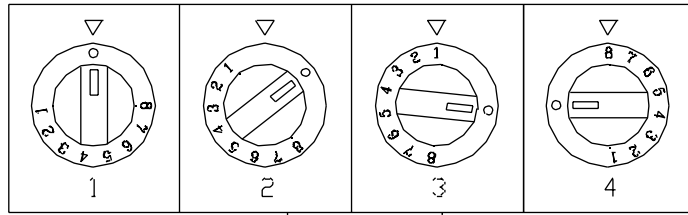

Fig.2
- c) Girar el mando del termostato “M” en sentido horario hasta la posición de máquina conectada (Fig. 2, Nº 2) de forma que se encienda la lámpara “L1” (verde) (Pag. 1).
- d) A partir de este momento, para poner en marcha el aparato girar el mando del termostato en sentido horario hasta la posición deseada, (Fig. 2, Nº 3 y 4) dependiendo de la temperatura que pretendamos alcanzar (Ver tabla en Pag. 2).
Girar el mando del termostato “M” (Pag. 1) en sentido antihorario hasta la posición de apagado (Fig. 2, Nº 1), apagándose la lámpara “L1” (verde).